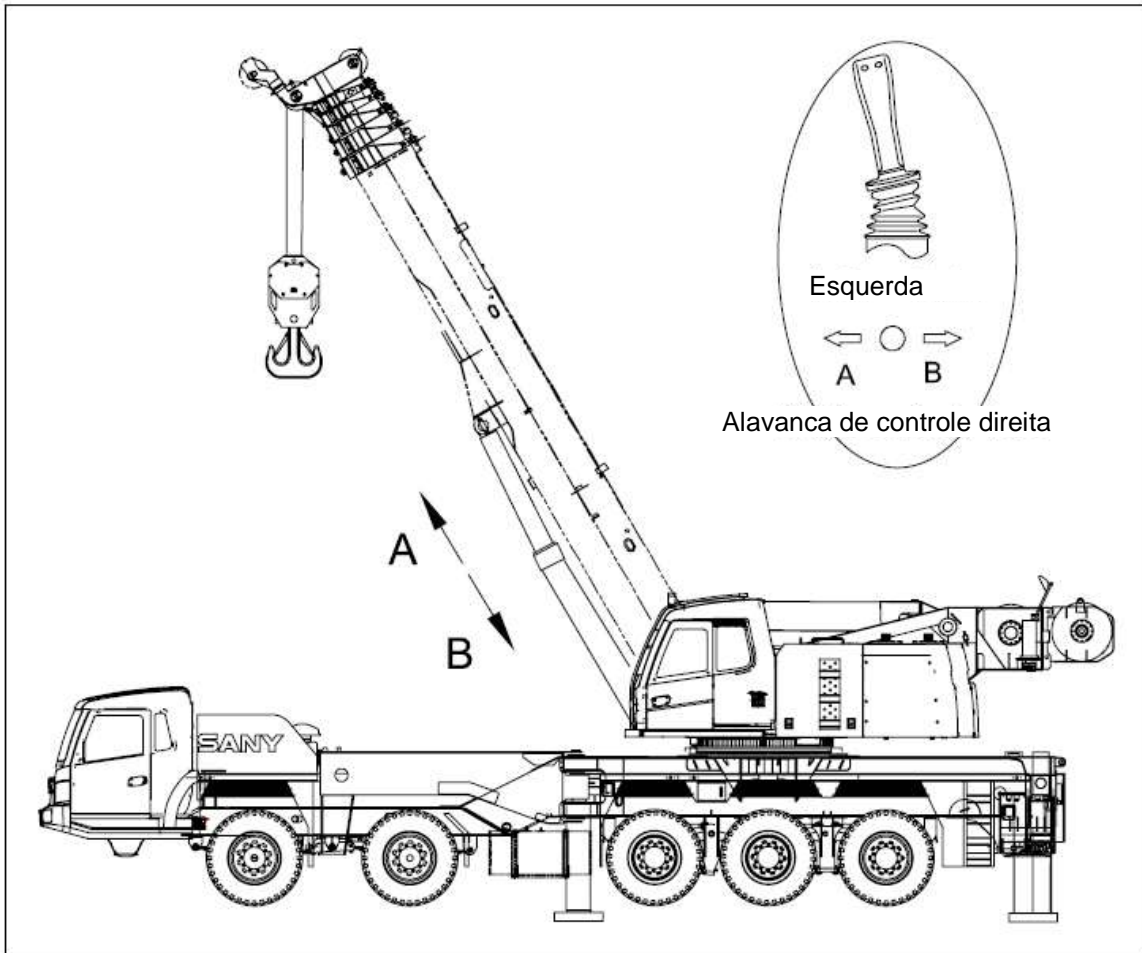

Fig.4-3.13 Operação da lança de rotação
c. Como mostrado na Fig.4-3.13, empurre a alavanca de controle para a direita para diminuir a lança e levante-o puxando a alavanca para a esquerda. A velocidade de operação é regulada através de alavanca de comando e do acelerador.